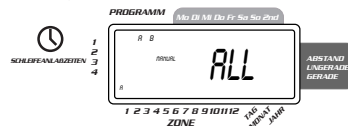

ABBILDUNG 10: Halbautomatische Bewässerung für Stationen, die für A und B-Programme bestimmt sind.
- Die Wählscheibe auf **AUTO** drehen, dann die **MANUELL**-Taste drücken. Die Anzeige zeigt "AB", "MANUAL" und "ALL" blinkt [siehe Abbildung 10]. Das zeigt an, daß alle sechs (oder 12) Stationen im A und B Programm für die vorbestimmte Zeitspanne nacheinander halbautomatisch bewässern.